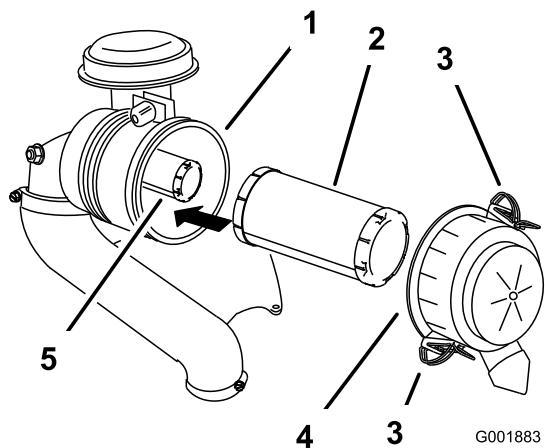

Figure 49
3. Ouvrez les dispositifs de verrouillage du filtre à air et détachez le couvercle du boîtier du filtre (Figure 49).
- Sortez le préfiltre du boîtier du filtre avec précaution (Figure 49).
- Si vous remplacez l'élément intérieur, insérez-le avec précaution dans le boîtier du filtre (Figure 49).
- Placez ensuite le préfiltre sur l'élément de sécurité avec le même soin (Figure 49).
- Remettez en place et verrouillez le couvercle du filtre à air (Figure 49).